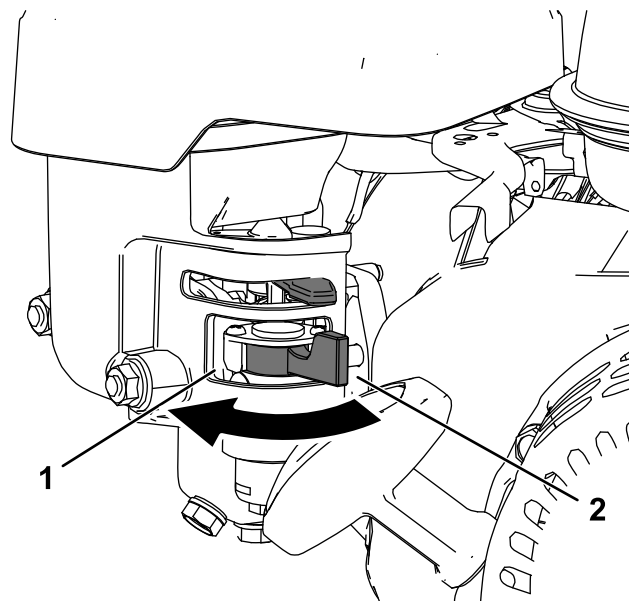

Рисунок 11
- Чтобы открыть топливный клапан, поверните рычаг клапана отключения подачи топлива в сторону рукоятки механического стартера (Рисунок 11).
- Чтобы закрыть топливный клапан, поверните рычаг клапана отключения подачи топлива в сторону от рукоятки механического стартера (Рисунок 11).